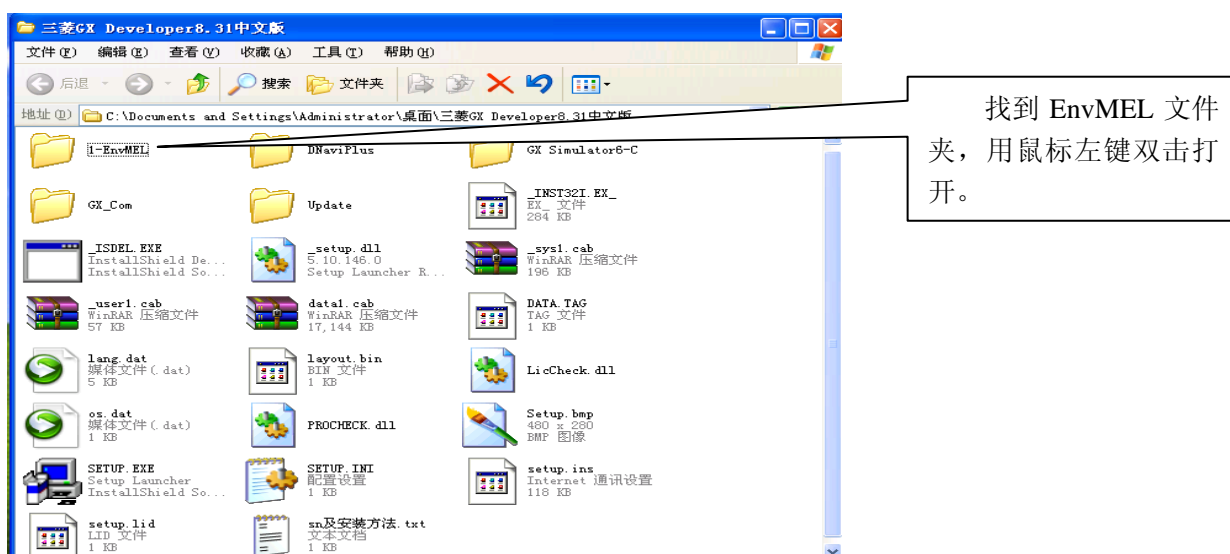

图3-9 打开GX Developer8.31 中文版后界面
*安装前请关闭其它程序找到三菱 GX Developer8.31 中文版，用鼠标左键双击进入下图 3-9；